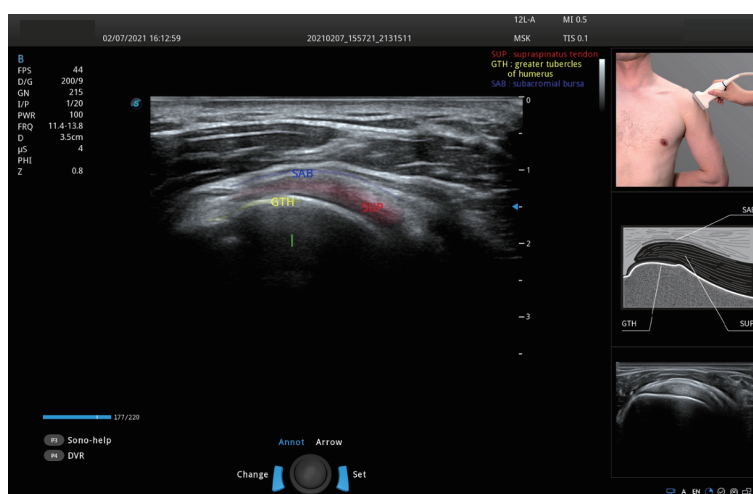

Рисунок 6-78 Вывод изображений на экран _ S-MSK
- Нажмите **S-MSK(acq.)** (S-MSK(получ.)) или **S-MSK(annot.)** (S-MSK(примеч.)) на сенсорном экране, чтобы выполнить соответствующую операцию, как показано на Рисунок 6-78.